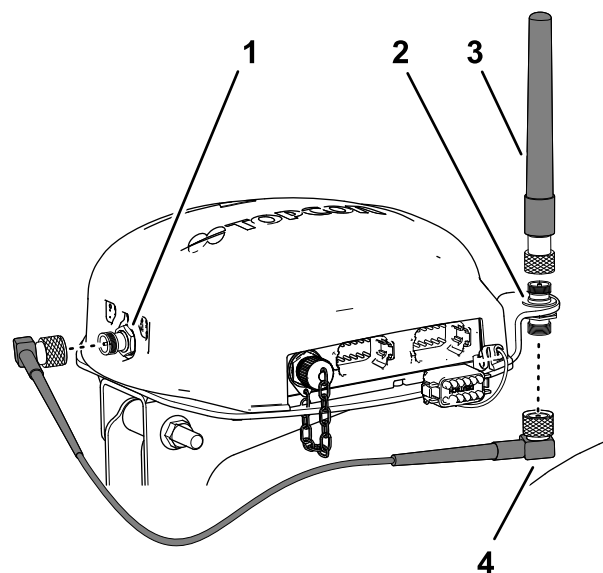

Figure 160
3. Assemblez l'antenne RTK sur le raccord supérieur du coupleur coaxial, et serrez l'écrou moleté de l'antenne à la main (Figure 160).
4. Serrez légèrement le câble d'antenne sur le raccord inférieur du coupleur coaxial (Figure 160).
5. Acheminez le câble derrière le récepteur de navigation jusqu'au connecteur coaxial du modem cellulaire CDMA ou GSM (Figure 160).
6. Branchez le câble d'antenne au connecteur coaxial du modem cellulaire CDMA ou GSM (Figure 160)